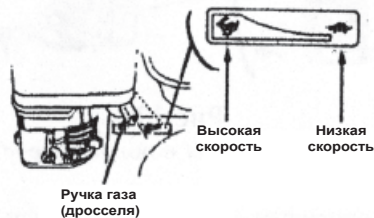

Рис.15
3. Передвиньте ручку газа слегка влево (Рис.15) 4. Включите двигатель (Рис. 16)